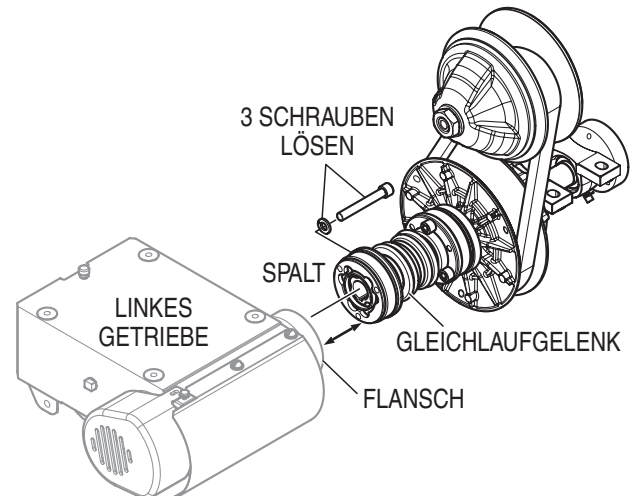

Abb. 21. Demontage des Gleichlaufgelenks
- Mit einem 1/4"-Innensechskantschlüssel die 3 Schrauben und Sicherungsscheiben lösen, mit denen das Gleichlaufgelenk (Abb. 21) am linken Getriebe befestigt ist. Die Befestigungselemente für die spätere Verwendung aufbewahren.
- Nachdem das Gleichlaufgelenk vom linken Getriebeflansch gelöst wurde, das Gleichlaufgelenk nach innen schieben, damit zwischen Getriebeflansch und Gleichlaufgelenk ein Spalt (Abb. 21) entsteht.